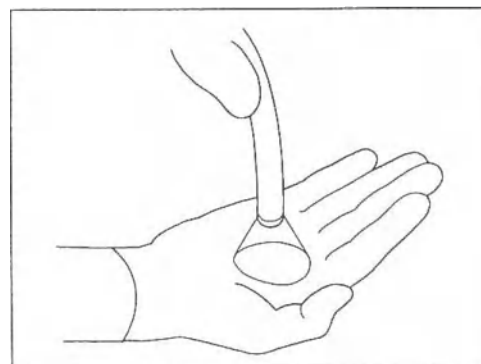

рисунок 3.21
- 2 Удостоверьтесь в том, что свет выходит из дистального конца эндоскопа. (см. рис. 3.21)